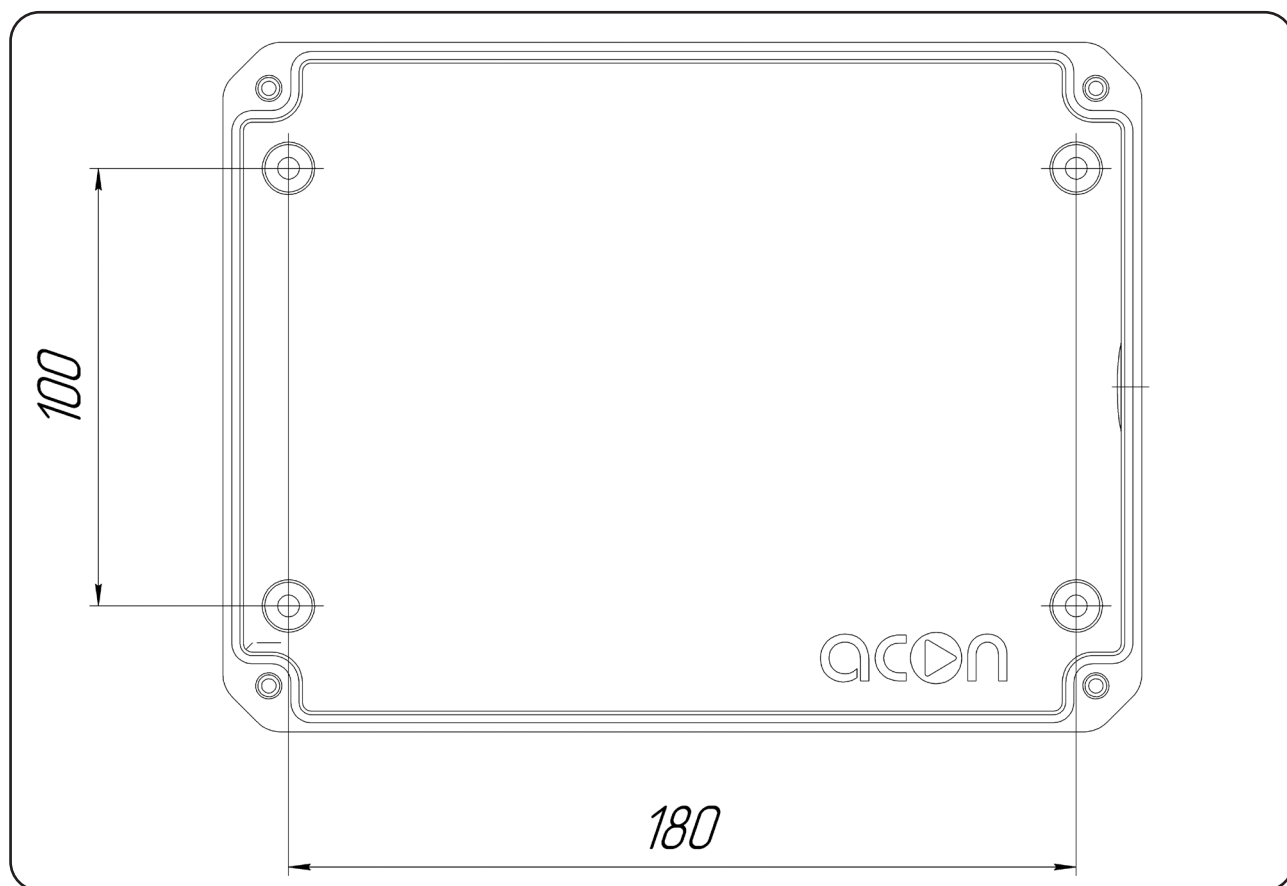

Рисунок 3. Нижняя крышка ПУ
- 4) Определившись с местом монтажа ПУ, необходимо разметить места для сверления отверстий (ПУ поставляется с двумя готовыми отверстиями для монтажа, однако предусмотрено место для сверления еще двух отверстий) (см. Рис.3).